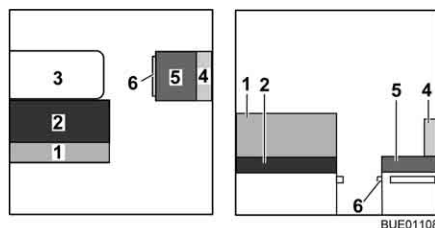
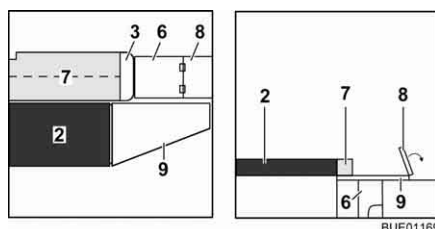

Fig. 130 Prima della trasformazione
Fig. 131 Durante la trasformazione
- Trasformare il tavolo (Fig. 130,3) in struttura di supporto letto (vedi paragrafo 6.10).
- Rimuovere il cuscino dello schienale (Fig. 130,1) e riporlo.
- ▷ A seconda del modello, è possibile utilizzare il cuscino dello schienale (Fig. 130,1) al posto del cuscino aggiuntivo (Fig. 131,7).
- Togliere il cuscino dello schienale (Fig. 130,4) e il cuscino del divano (Fig. 130,5) e riporli di lato.
- Estrarre la prolunga del cassone letto (Fig. 131,6).
- Ribaltare la prolunga della piastra del sedile (Fig. 131,8) verso l'esterno.
- Aprire il cuscino aggiuntivo (Fig. 131,7) e collocarlo sul tavolo.
- Agganciare l'allargamento letto (Fig. 131,9) negli alloggiamenti sulle cas-sapanche.